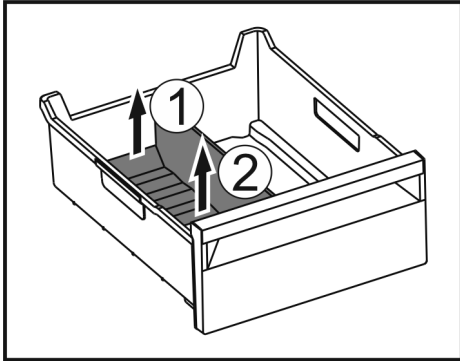

Fig. 74
- ▶ Ridicați partea posterioară a separatorului pentru compartimentul de gheață. Fig. 74 (1)
- ▶ Scoateți separatorul pentru compartimentul de gheață în sus. Fig. 74 (2)